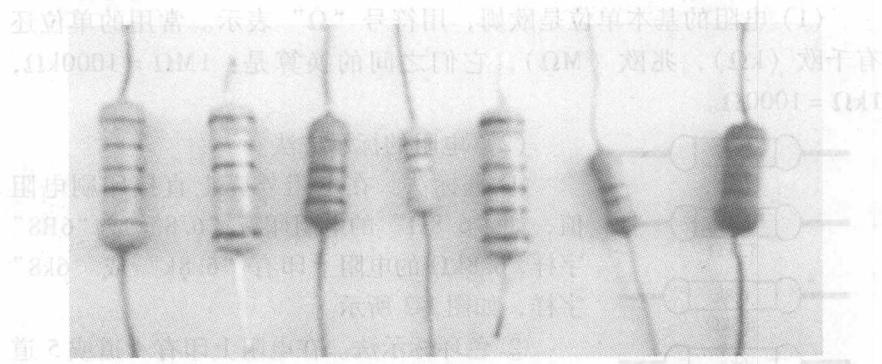

图 1-1 常见电阻的外形
(1) 电阻是一种最基本最常用的电子元件。它在电路中的主要作用是降压、分流，与电容配合使用作滤波器，可用作确定晶体管工作点的偏置电阻，在稳压电源中作取样电阻等。
(2) 电阻有许多种类，常见的有碳膜电阻、金属膜电阻、绕线电阻、水泥电阻、可变电阻、片状电阻和贴片电阻等。常见电阻的外形如图 1-1 所示。